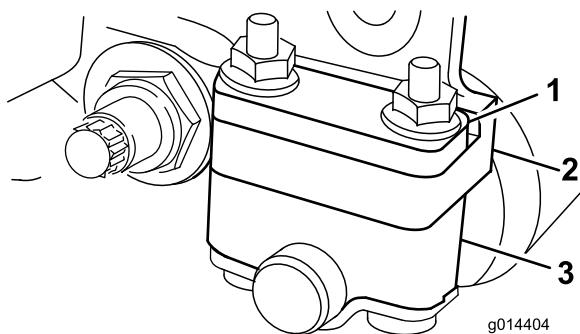
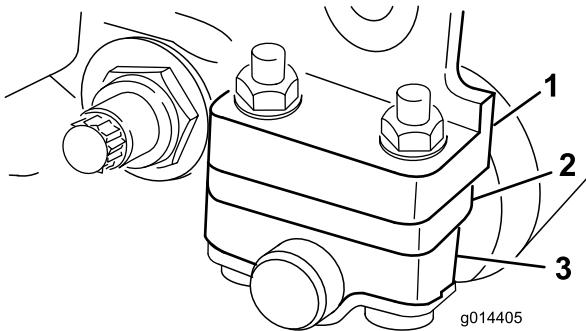

Figura 6
Figura 7
Dependendo do intervalo de altura de corte desejado, pode ajustar os suportes traseiros do cilindro (Figura 6 ou Figura 7) para a posição inferior ou superior:
- Posicione o distanciador acima da flange de montagem da placa lateral (definição de origem) se as definições da altura de corte variarem entre 1,6 e 6,4 mm (Figura 6).
- Posicione o distanciador abaixo da flange de montagem da placa lateral se as definições da altura de corte variarem entre 3,2 e 25 mm (Figura 7).
4. Coloque os distanciadores nos parafusos acima ou abaixo dos suportes do cilindro, consoante o necessário (Figura 6 ou Figura 7).